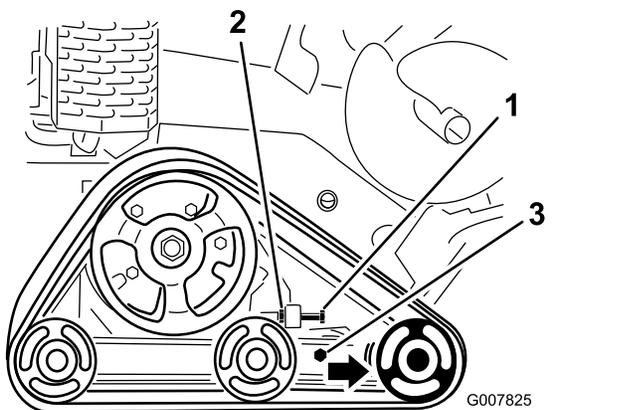

Figura 46
3. Desaperte a porca de bloqueio no parafuso de tensificação da lagarta e os parafusos no braço de tensão (Figura 46).
4. Aperte o parafuso de tensificação para 32,5 a 40 N·m para esticar a lagarta (Figura 46).
4. Abra o parafuso de tensionamento e a porca de bloqueio (Figura 46).
5. Desaperte os parafusos (Figura 46).